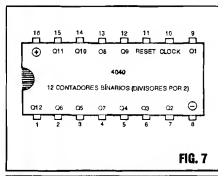

FIG. 7
- **FIG. 7 - O INTEGRADO C.MOS 4040 (MÚLTIPLO CONTADOR DE 12 ESTÁGIOS...)** - O diagrama mostra (com o componente visto por cima...) a identificação e codificação de pinagem do Integrado C.MOS 4040, que contém nada menos que 12 **FLIP-FLOPS BIESTÁVEIS** (contadores binários). Uma coisa que deve ser observada, desde já, é que devido à progressivamente maior